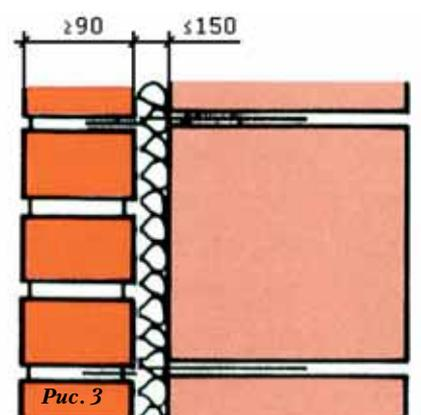

Рис. 3
- 3) Двухслойная облицовочная кладка с промежуточным слоем теплоизоляции (рис. 3).